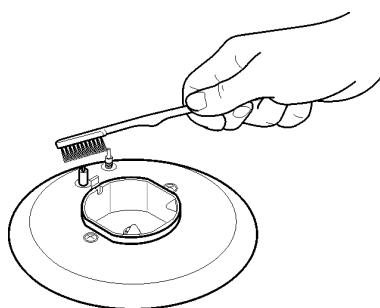

РИС. 6
Очистите их мягко с небольшим нейлоновой щеткой, как показано (см. рис. 6) и хорошо просушите. Не мойте в посудомоечной машине.
- проверьте, чтобы отверстия рассекателей „Т” не были засорены (рис. 6/А).